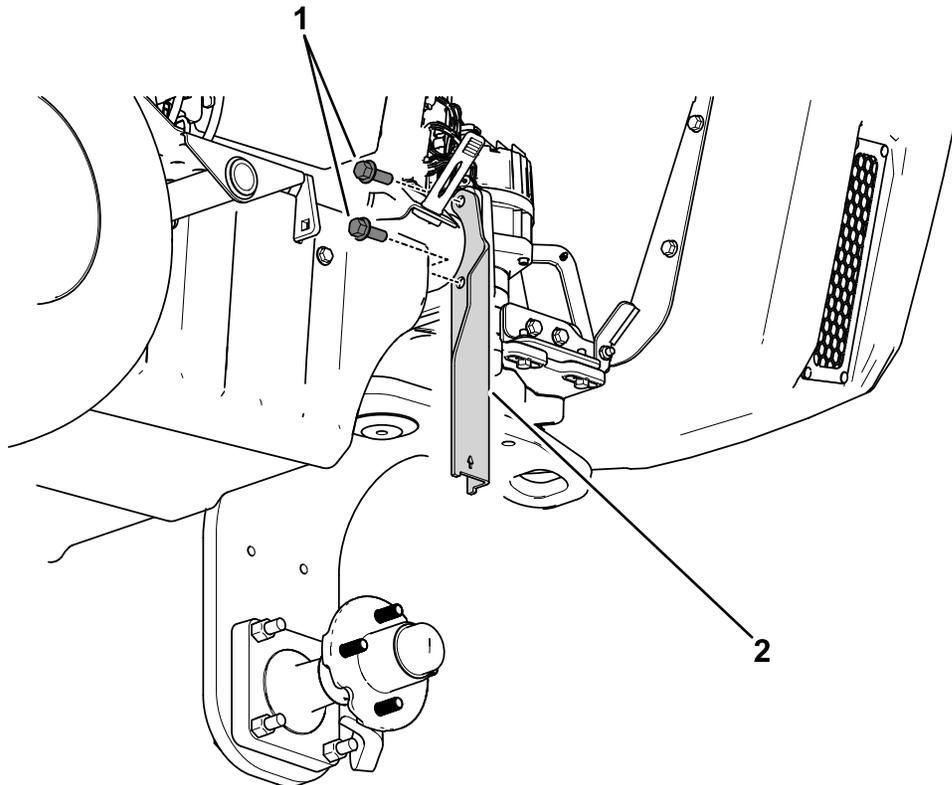

Bild 49
1. Verwenden Sie die vorhandenen Schrauben ($\frac{7}{16}$ " vom Lenkgehäuse (in der Nähe der Lenkeinheit), um die Wagenheberhalterung am Lenkgehäuse zu befestigen (Bild 49).